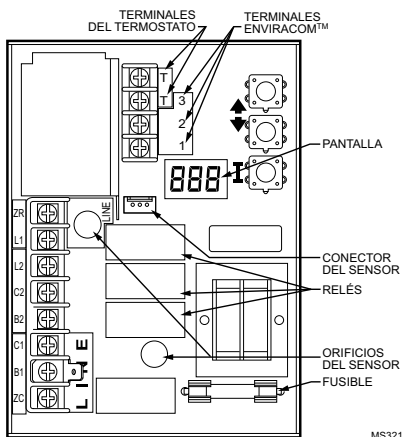

Fig. 5. Circuito impreso con las conexiones del sensor y los orificios del cilindro para los modelos de montaje vertical.
3. Con cuidado, alinee el sensor de reemplazo con el orificio del circuito impreso y guíelo a través de la cubierta Aquastat y dentro del cilindro. (Consulte la Fig. 5).
5. Para conectar el sensor al circuito impreso, presione el conector de la unidad del sensor sobre el conector de acoplamiento del circuito impreso (consulte la Fig. 5).
DOWN (abajo) e **I** (consulte la Fig. 5) durante tres segundos. Presione el botón **I** hasta que se muestre la función que necesita ajustar: